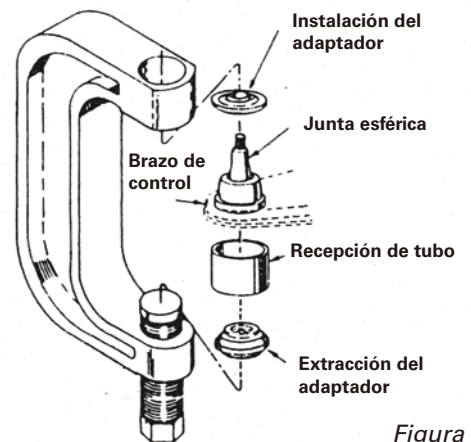

Figura 3
1. Montar la prensa "C" en el brazo de control como se muestra en la Figura 3. Seleccione el tubo receptor del tamaño correcto, y colóquelo bajo la rótula del vehículo como se muestra.